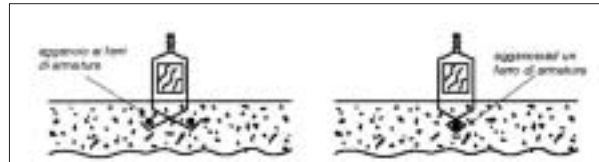

Fig. 3 – Listello di legno fissato al supporto con “baffi” in filo di acciaio
- Fissare i listelli alla soletta con “baffi” in filo di acciaio  $\varnothing$  mm 3,5 che sporgono dal cls in cui sono annegati durante il getto, previo aggancio ai ferri di armatura, in modo da legare stabilmente il listello (Fig. 3); i baffi devono legare anche la rete collocata sopra i listelli.